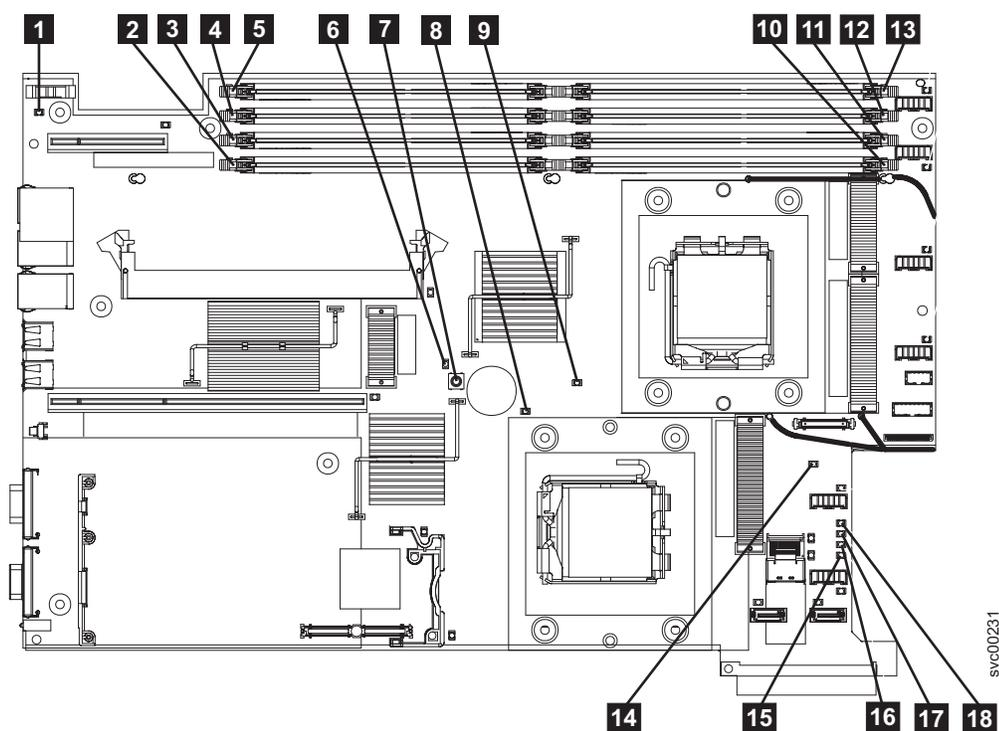

Figure 90. Voyants de la carte mère sur le système SAN Volume Controller 2145-8G4
OUI Voir tableau 46, à la page 273 et exécutez l'action indiquée pour les voyants du système de diagnostics par voyants spécifiques. Allez ensuite à l'étape 3, à la page 274. Certaines actions nécessitent que vous observiez l'état des voyants sur la carte mère. La figure 90, à la page 272 montre l'emplacement des voyants de la carte mère. Les voyants de ventilateur se trouvent à côté de chaque ventilateur. Pour visualiser les voyants, procédez comme suit :
- d. Appuyez sur le bouton du système de diagnostics par voyants (**7** dans la figure 90).